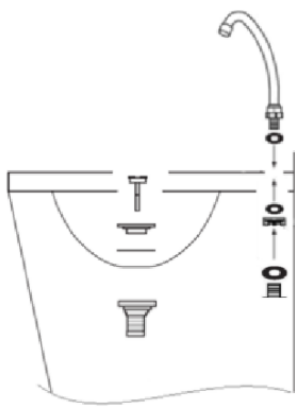

Fig.8
- Monteer de zwanenhalskraan, plaats de afdichting in de schroefdraadingang van de zwenkkraan en draai de messing man/vrouw verloopstuk 3/4" x 1/2" vast. Monteer daarna ook de aftapkraan volgens Fig.8.